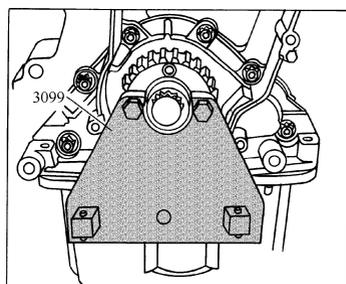

图 2-49 用 3099 固定同步带轮
3) 拆下曲轴同步带轮，为此须用 3099 固定同步带轮(图 2-49)。